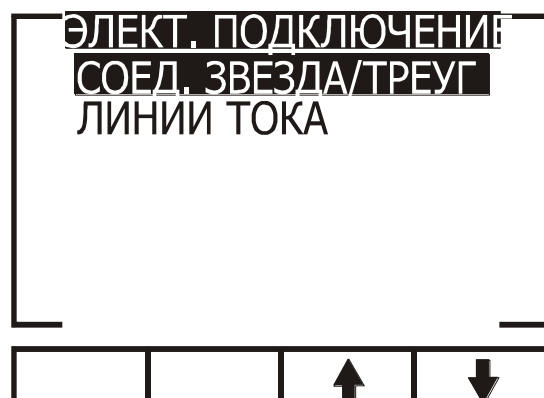

Рис. 22
4. Выберите пункт «Соед. звезда/треуг» и нажмите кнопку Enter (рис. 22).